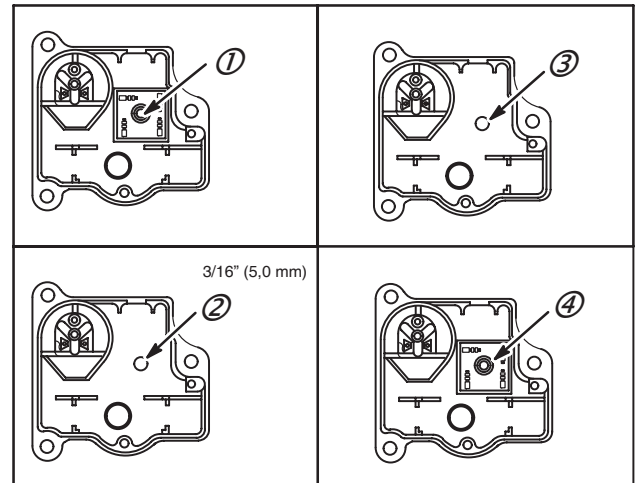

Fig. 26
8. Placer l'écrou dans le boîtier du contacteur. Fixer le pont de diodes avec une vis et un écrou en plastique (4). Voir en Fig. 26.